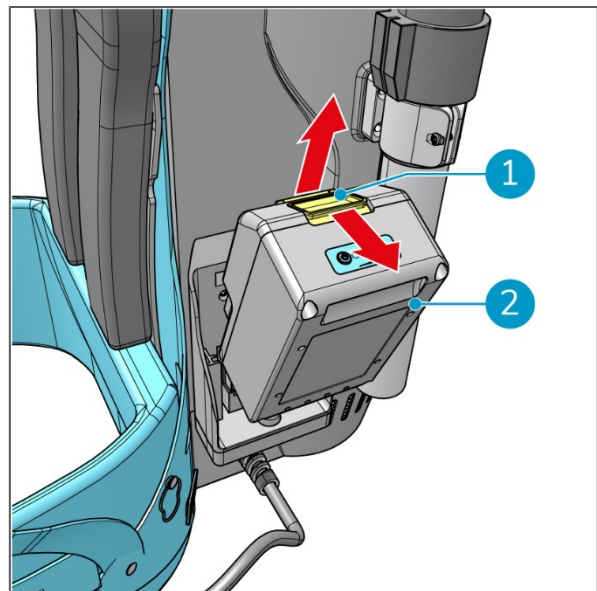

Abbildung 16
1. Schieben Sie den gelben Knopf des Akkus (Abbildung 16, Pos. 1) auf sich zu, um den Akku freizugeben.
2. Ziehen Sie den Akku heraus (Abbildung 16, Pos. 2).